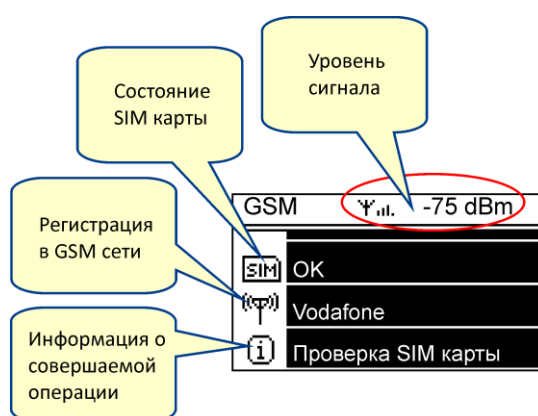

Рис. 5.21. Индикация состояния GSM модема
5.11.2 К коммуникационному порту контроллера может быть подключён GSM модем, поддерживающий RS-485 интерфейс. Использование GSM модема позволяет контроллеру принимать SMS команды и отправлять ответную SMS информацию (п. 5.11.2.1). Если в параметрах установлено подключение GSM модема (P104, табл. 5.8), то на главной странице индикации (п. 5.6) появится ещё один экран, отображающий состояние GSM модема (рис. 5.21).